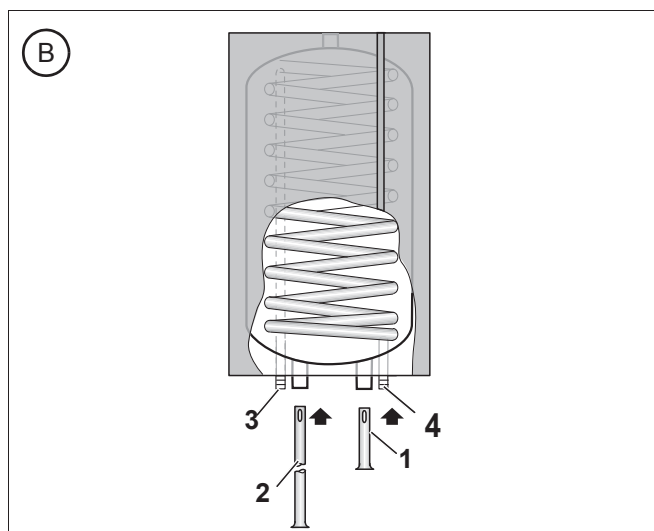

Рис. 8 Установка погружных труб (подключения снизу)
- ▶ Вставьте длинную погружную трубу снизу в AW (рис. 8, [2]).
- ▶ Вставьте короткую погружную трубу снизу в EK (рис. 8, [1]).